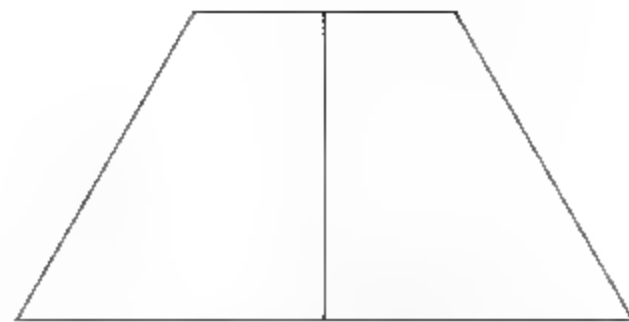

图8-142 绘制线段
- 06 调用L【直线】命令，拾取上方短边的中点为直线的起点，拾取下方长边的中点为直线的终点，绘制连接直线的结果如图8-142所示。